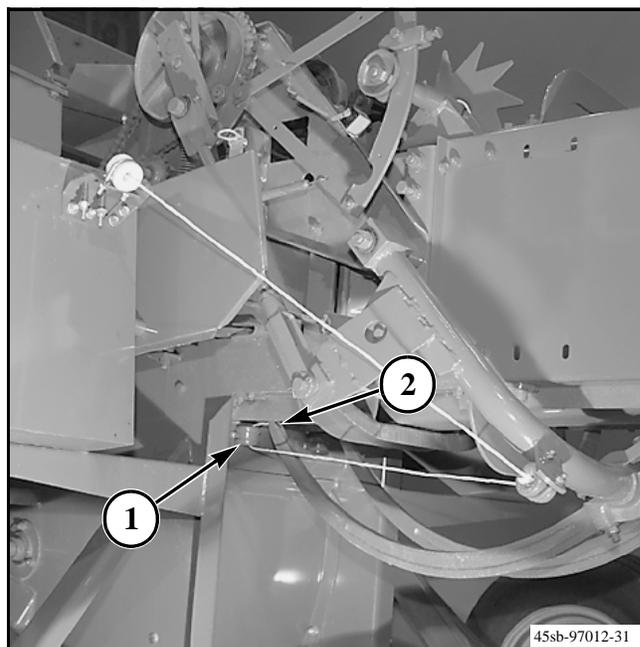

FIG. 39
FIG. 39: Después de ajustar las agujas, las guías de cuerda (1) en la parte inferior de la cámara de fardos deben desplazarse hacia la derecha o hacia la izquierda, en comparación con la cámara de fardos. Las guías de cuerda deben desplazarse para que la cuerda que pasa a través de la guía de cuerda quede alineada con el ojo de la aguja (2). Una alineación incorrecta dará lugar a un desgaste prematuro del ojo de la aguja.